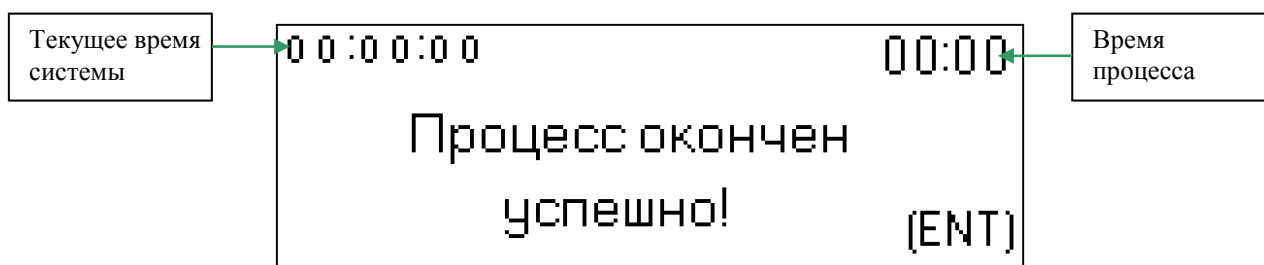

Рис. 14
7.14. После прохождения всех этапов, цикл стерилизации автоматически завершается, раздается звуковой сигнал, на экране появляется надпись: «Процесс окончен успешно» (рис. 14). Это означает что цикл стерилизации закончен. Для прерывания звукового сигнала необходимо нажать клавишу «ENT». После визуального подтверждения показания мановакуумметра что давление в камере равно нулю можно открыть крышку стерилизатора и разгрузить камеру.